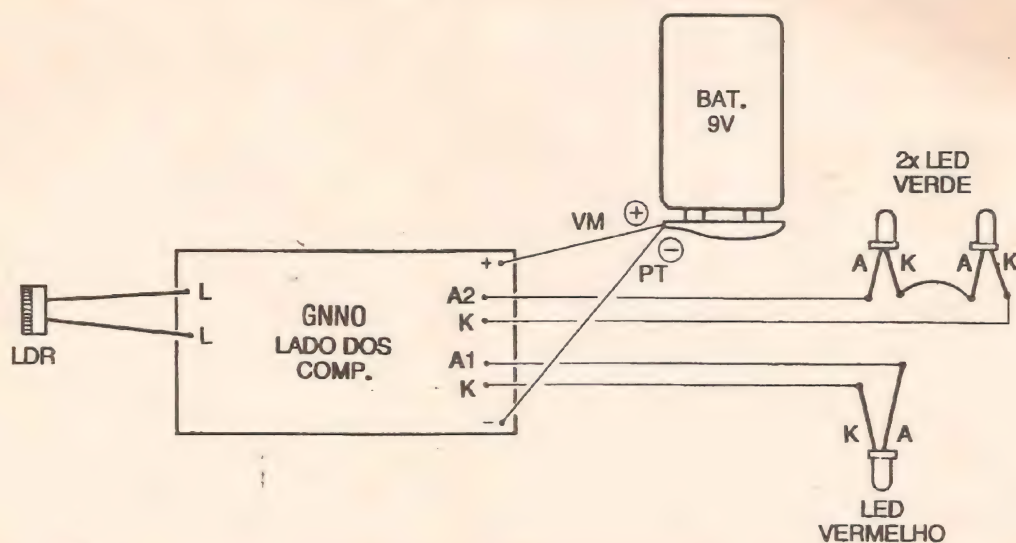

Fig.4
- FIG. 4 - CONEXÕES EXTERNAS À PLACA - Embora simples, as conexões da placa pra fora também exigem certos cuidados e alguma atenção, para que não ocorram trocas ou inversões... Os terminais do LDR são ligados (diretamente ou através de pedaços de cabinho flexível isolado, no necessário comprimento...) aos pontos L-L; os fios do clip da bateria (ou do suporte das pilhas) devem ser ligados com a cor *vermelha* ao ponto "+" e *preta* ao "-", conforme convencional... Já quanto aos LEDs (os dois *verdes* corresponderão aos *olhos* do *gnomo* e o *vermelho* ao *nariz* ou *boca*...), a correta ligação pede, inicialmente, uma perfeita identificação dos terminais de *anodo* (A) e *catodo* (K) dos componentes (o TABELÃO APE está lá...). Depois a correta interpretação dos seus pontos de ligação à placa, finalizando com um perfeito *seriamento* dos dois LEDs *verdes* (o terminal K livre de um, ligado ao terminal A livre do outro...). Como sempre, a recomendação final é... **conferir, verificar**, ponto a ponto, ligação a ligação, antes de dar-se por satisfeito. Notar que devido ao baixo consumo do circuito, não incluímos como item obrigatório um interruptor geral... Contudo, se o leitor/hobbysta desejar colocá-lo, este deverá ser eletricamente intercalado na cabagem do *positivo* da alimentação (no meio do fio *vermelho* do clip da bateria ou do suporte das pilhas...).